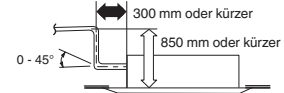

Abb. 3-8
- Die Ablaufleitung kann erforderlichenfalls bis zu einer maximalen Höhe von 850 mm über der Unterfläche der Decke angehoben werden. Sie darf auf keinen Fall höher als 850 mm über der Unterfläche der Decke gesetzt werden. Dies würde zu Auslecken von Wasser führen. (Abb. 3-8)